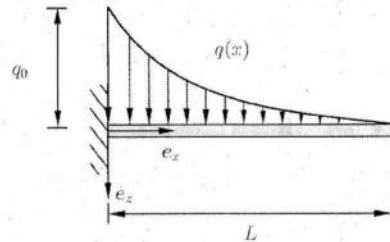

Abbildung 1.6: Durch nichtlineare Streckenlast belasteter, linksseitig eingespannter Balken.
- 1.6) Berechnen Sie für das in Abb. 1.6 dargestellte mechanische System den Querkraftverlauf $Q_z(x)$ durch Auswertung der Gleichgewichtsbedingungen. Geben Sie zudem das Integral zur Berechnung des Schnittmomentenverlaufs mithilfe der Gleichgewichtsbedingung an. **Verwenden Sie bei Ihrer Lösung Integrale. Berechnen Sie keine Lagerreaktionen.** Zeichnen Sie alle benötigten Freikörperbilder.